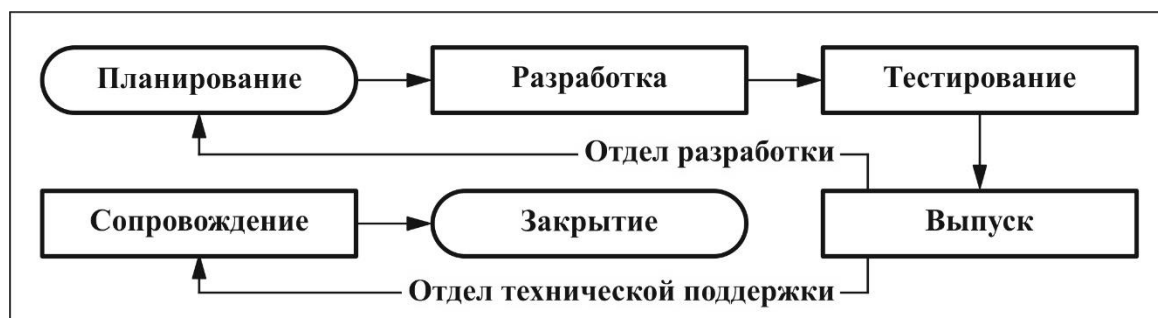

Рис. 1 – Структурная схема жизненного цикла ПО «ПО 1Ф РС (ЛЕ-5, ЛЕ-2)»
- 1.2.2** ВПО развивается циклично. Выпуск новой версии ВПО означает начало планирования работы над следующей версией (рис. 1).